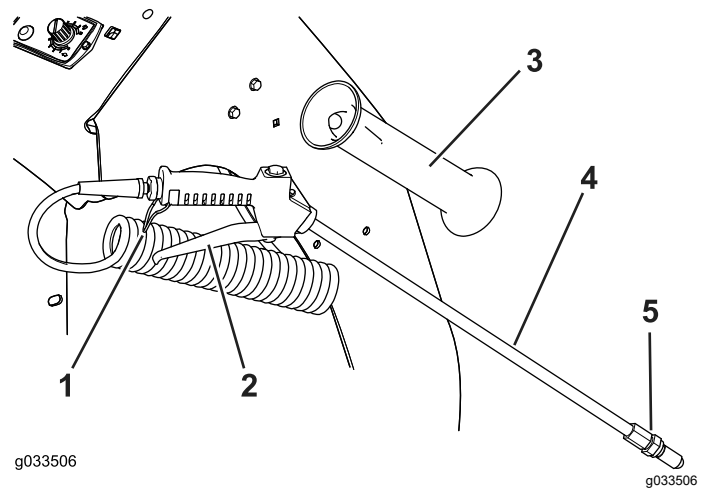

Figure 48
1. Sortez l'applicateur manuel de son support sur le côté droit de la machine (Figure 48).
4. Serrez la gâchette de l'applicateur manuel pour commencer à pulvériser; verrouillez la gâchette en place au besoin (Figure 48).
5. À la fin de la pulvérisation, si vous avez verrouillé la gâchette de l'applicateur manuel, déverrouillez-la et relâchez-la (Figure 48).
7. Insérez l'applicateur manuel dans son support (Figure 48).